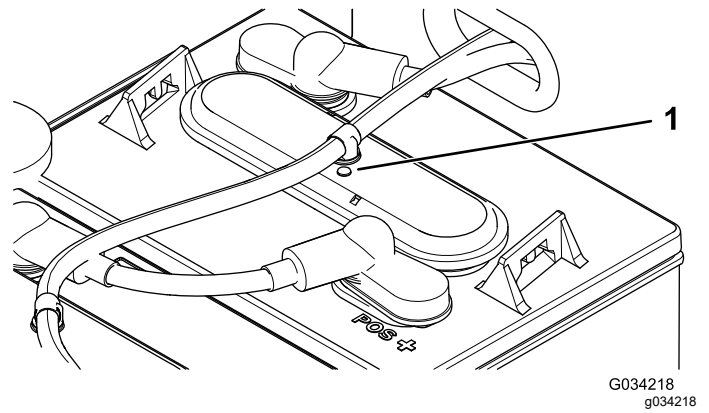

Figura 37
3. Compruebe los testigos de cada una de las baterías para ver si están negros o blancos (Figura 37).